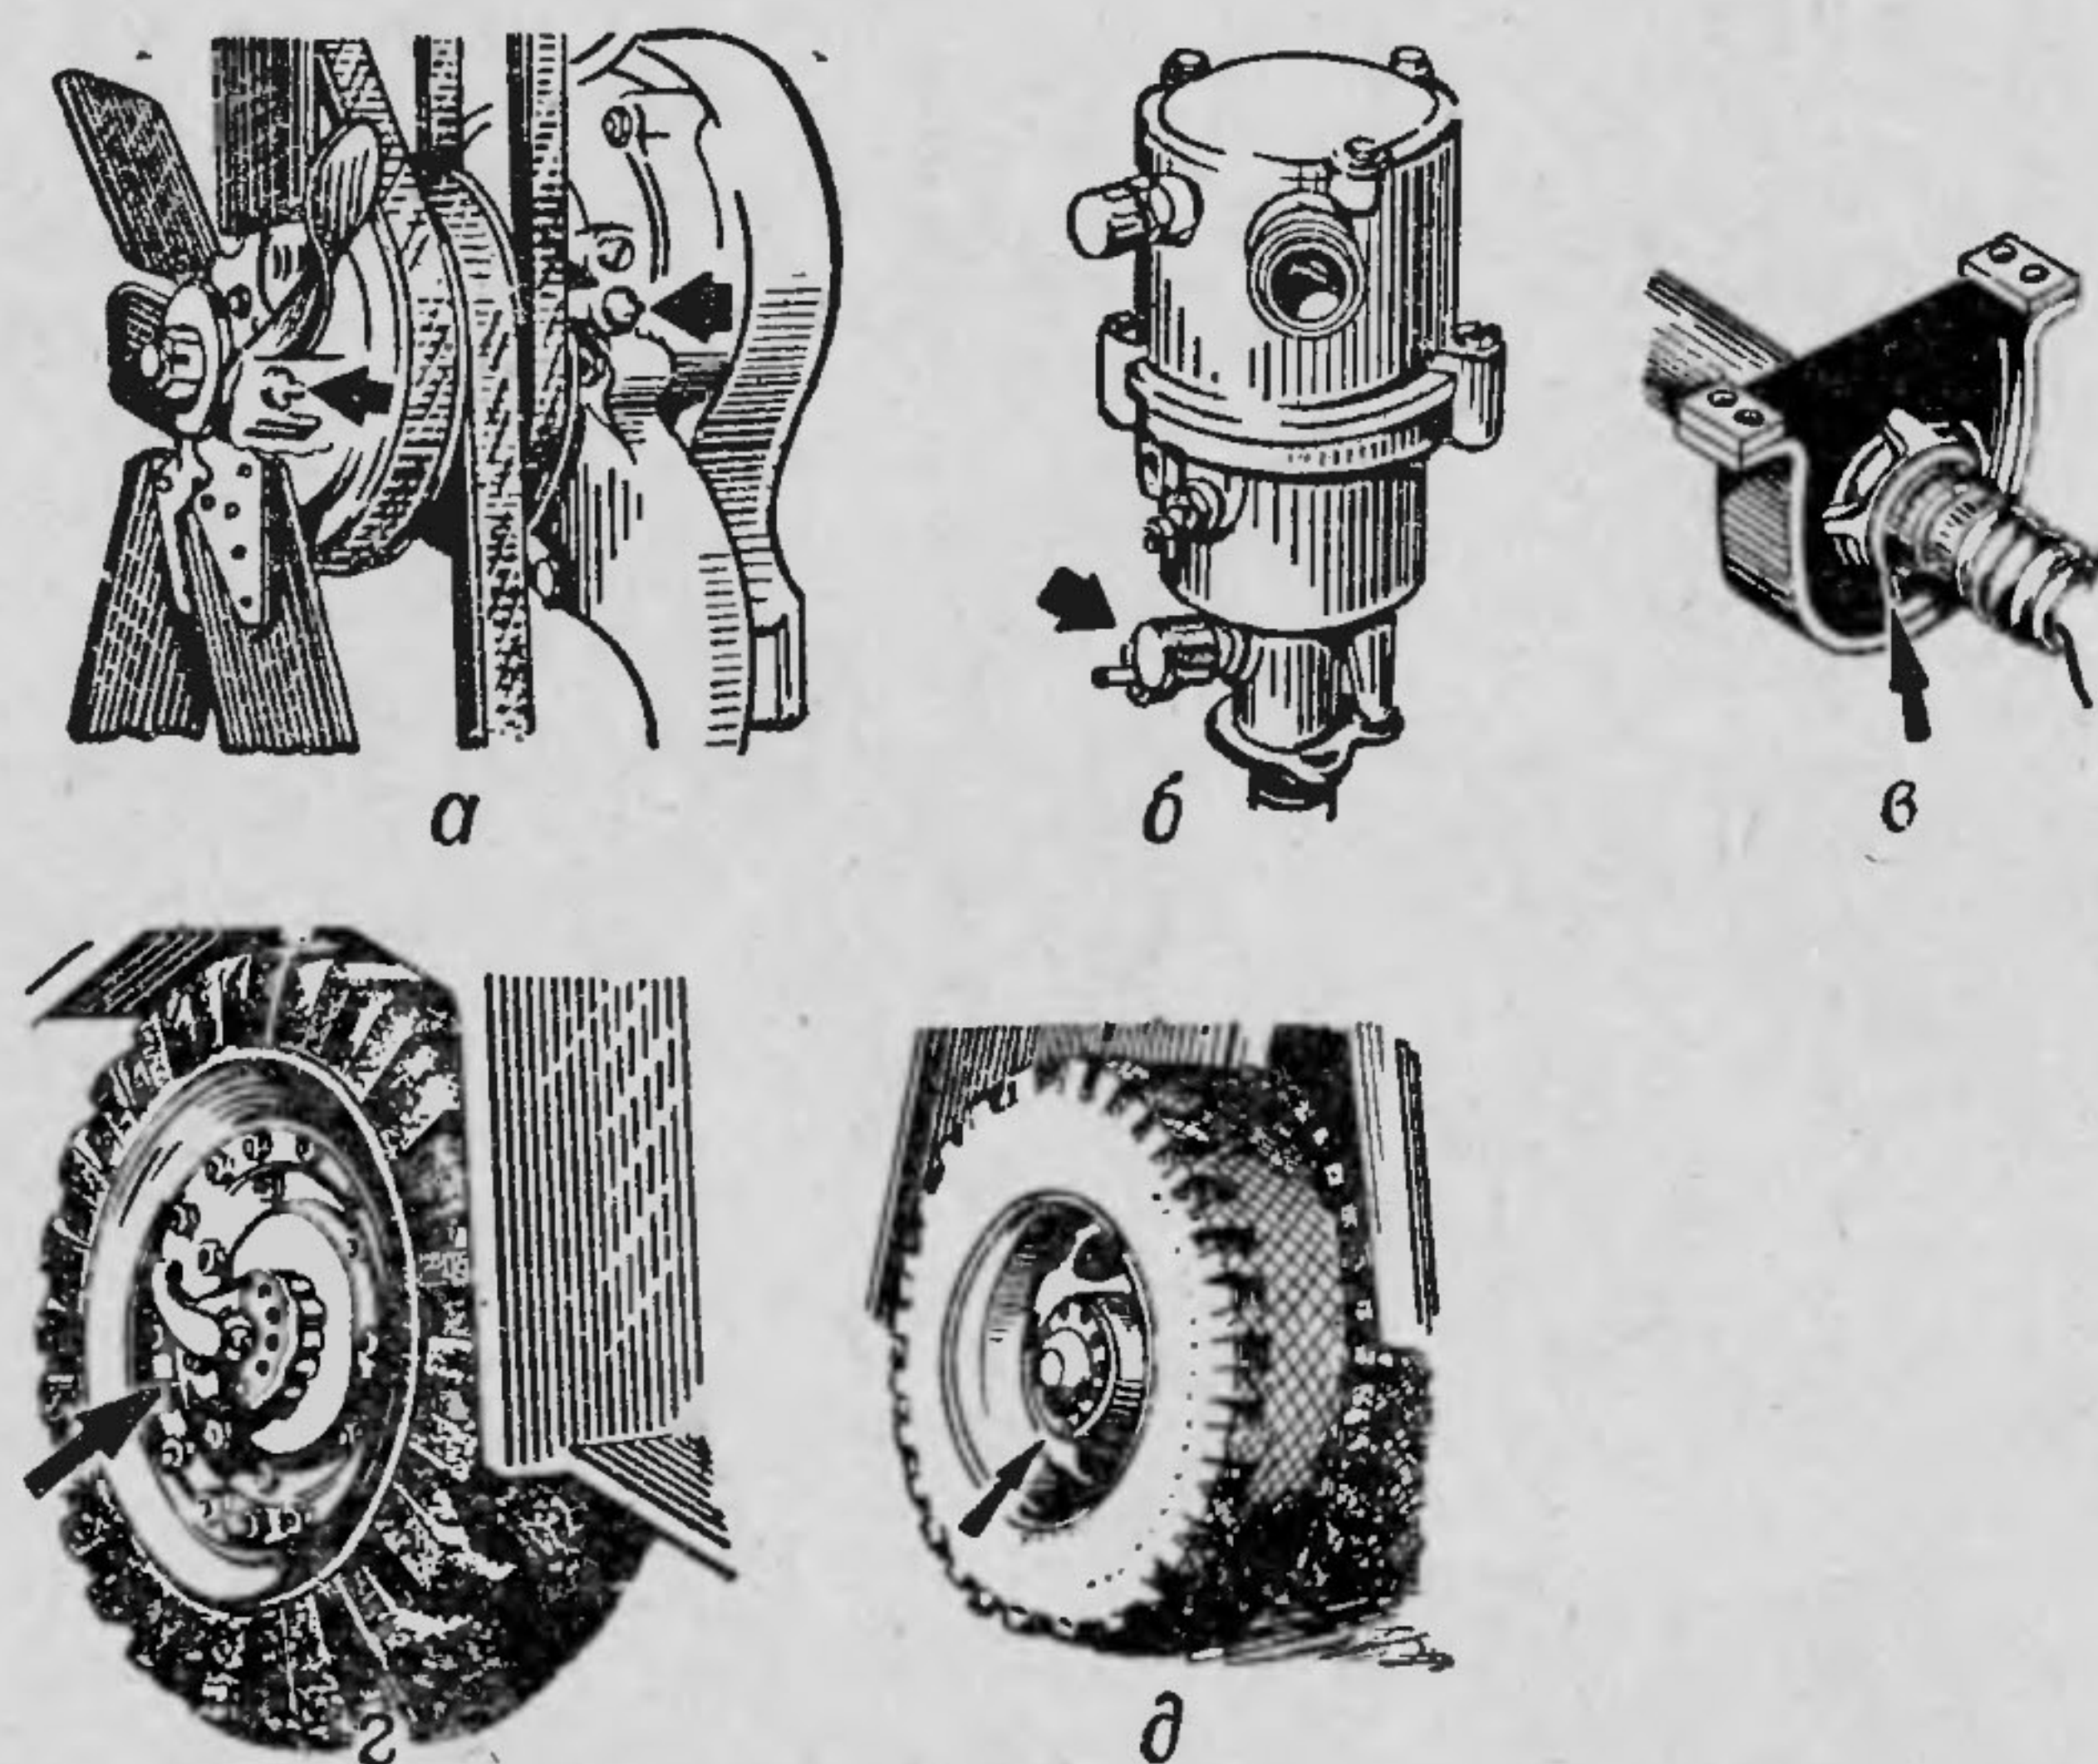

Рис. 31. Точки смазки смазкой 1-13с или ЯНЗ-2:
38. Смазать смазкой 1-13с ВТУ НП5—58 или смазкой ЯНЗ-2 ГОСТ 9432—60 (рис. 31):